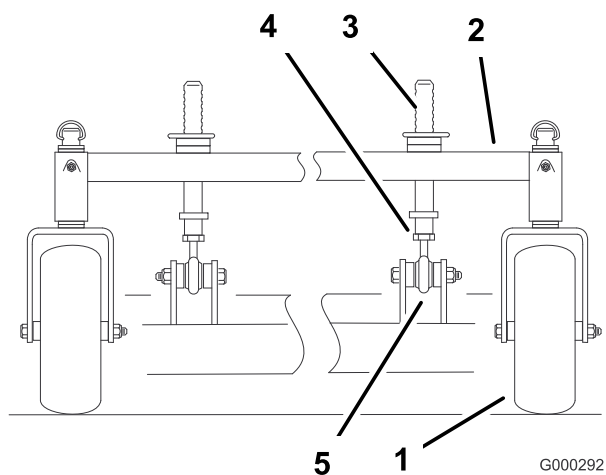

Figure 59
1. Vous pouvez régler les montants de hauteur de coupe avant pour modifier l'inclinaison avant/arrière (Figure 59).
2. Pour élever l'avant du plateau de coupe, desserrez le contre-écrou et tournez la goupille avant dans le sens horaire (Figure 59).
3. Pour abaisser l'avant du plateau de coupe, desserrez le contre-écrou et tournez la goupille avant dans le sens anti-horaire (Figure 59).
4. Tournez les lames dans le sens longitudinal. Mesurez la distance aux points **C** et **D** (Figure 59) entre une surface plane et le bord coupant des lames.
6. Resserrez les écrous de blocage (Figure 59).